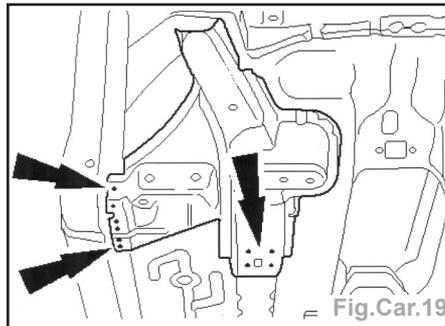

Fig.Car.19
- Fraiser les points de soudures (flèches) (Fig.Car.19).